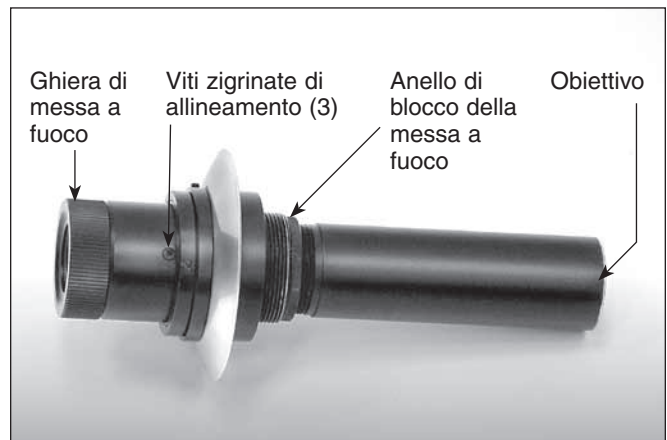
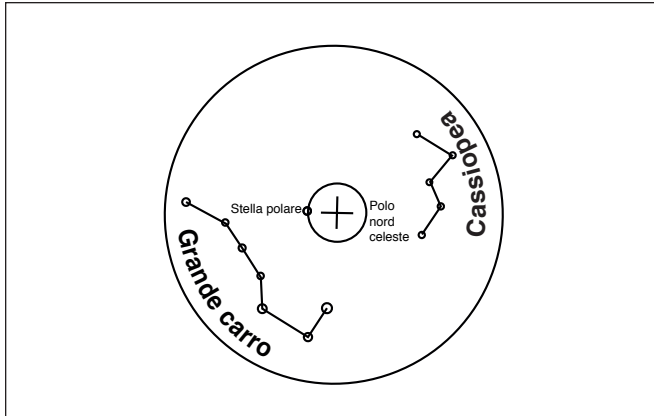

Figura 8. Cercatore dell'asse polare.
Figura 9. Il reticolo del cercatore dell'asse polare mostra le posizioni del Grande carro e di Cassiopea rispetto alla stella polare e al polo nord celeste.
La montatura Sirius include un cercatore dell'asse polare (**Figura 8**) all'interno dell'asse di ascensione retta della montatura, che, se allineato e usato correttamente, consente un rapido e semplice allineamento polare preciso. Il cercatore polare incluso con la montatura Sirius può essere usato per l'allineamento polare nell'emisfero settentrionale, in quanto sul reticolo grafico del cercatore polare sono indicate stelle di riferimento utili per l'allineamento nell'emisfero settentrionale (**Figura 9**). Rimuovere il tappo dall'oculare del cercatore polare per guardare attraverso di esso e assicurarsi di rimuovere il tappo dall'apertura frontale dell'alloggiamento della montatura.
- Guardare di nuovo attraverso il cercatore polare. Se l'oggetto osservato è ancora centrato nel mirino, non sono richieste ulteriori regolazioni. In caso contrario, guardare attraverso il cercatore polare mentre si ruota la montatura attorno all'asse di ascensione retta. Si noterà che l'oggetto centrato in precedenza percorre una traiettoria circolare. Usare la chiave a brugola da 1,5 mm per regolare le tre viti di allineamento del cercatore dell'asse polare (**Figura 8**) per spostare l'oggetto a METÀ strada verso la croce. Ricentrare quindi l'oggetto sulla croce come nel passaggio 2 usando le manopole di regolazione dell'azimut e le viti a L per la regolazione della latitudine.
- Alimentare la montatura per illuminare il cercatore. Il reticolo (**Figura 9**) dovrebbe essere visibile nel cercatore polare. Se l'immagine appare sfuocata, ruotare l'anello zigrinato del cercatore polare per metterla a fuoco.
È possibile mettere a fuoco il cercatore dell'asse polare con una semplice rotazione della ghiera di messa a fuoco dell'oculare. Tuttavia, se dopo aver regolato la ghiera l'immagine del reticolo è nitida, ma le stelle sono sfuocate, sarà necessario regolare la messa a fuoco dell'obiettivo del cercatore dell'asse polare. A tale scopo, innanzitutto svitare il cercatore dell'asse polare dalla montatura. Guardare attraverso il mirino del cercatore dell'asse polare verso una stella (di notte) o un oggetto lontano ad almeno 400 metri di distanza (di giorno). Usare la ghiera di messa a fuoco dell'oculare per mettere il reticolo a fuoco. Allentare l'anello di blocco della messa a fuoco (Figura 8) e infilare tutta l'estremità dell'obiettivo del cercatore verso l'interno o l'esterno, fino a quando le immagini appaiono nitide. Serrare nuovamente l'anello di blocco della messa a fuoco. Quando l'obiettivo del cercatore dell'asse polare è a fuoco, non dovrebbero essere necessarie ulteriori regolazioni.